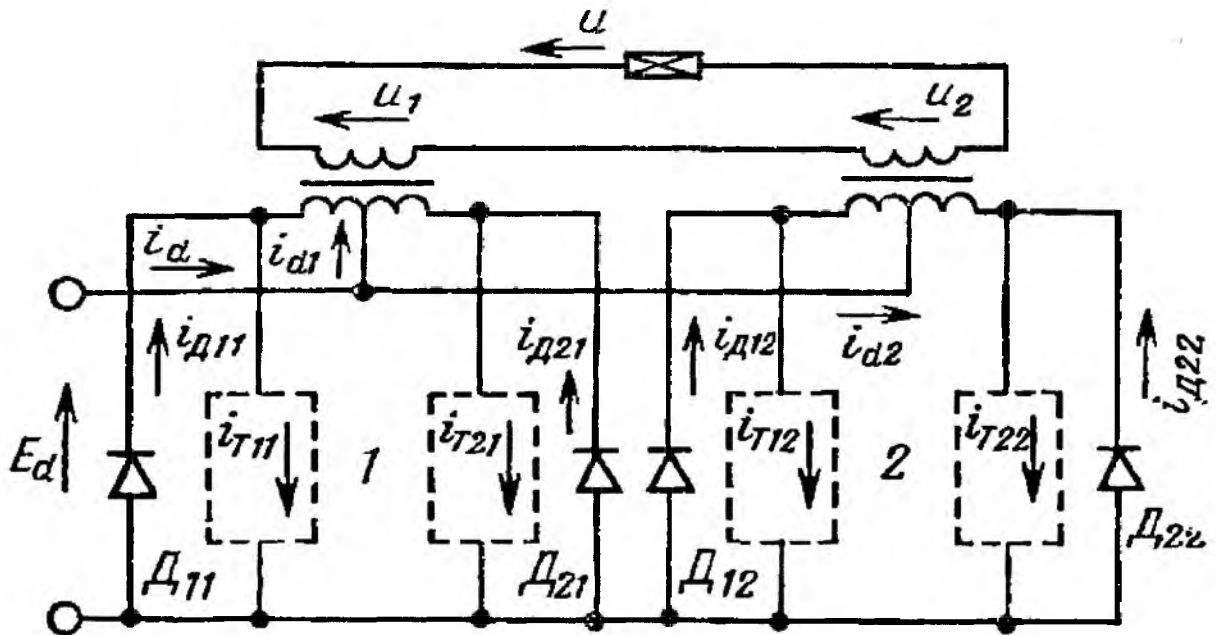

Рис. 14. Схема двух идеальных однофазных последовательно соединенных инверторов.
18. Выводы двух одинаковых однофазных инверторов соединены последовательно с целью регулирования напряжения (рис. 14). Требуется исследовать условия работы схемы, если отдельные инверторы управляются так, что их выходные напряжения сдвинуты на 90° относительно друг друга. Построить кривые напряжений u , u_1 и u_2 и токов i_D , i_T , i_{d1} , i_{d2} и i_d и найти средние значения токов, если $E_d = 10$ В, $f = 100$ Гц, а) нагрузка $R = 1$ Ом, б) нагрузка $L = 1$ мГн.